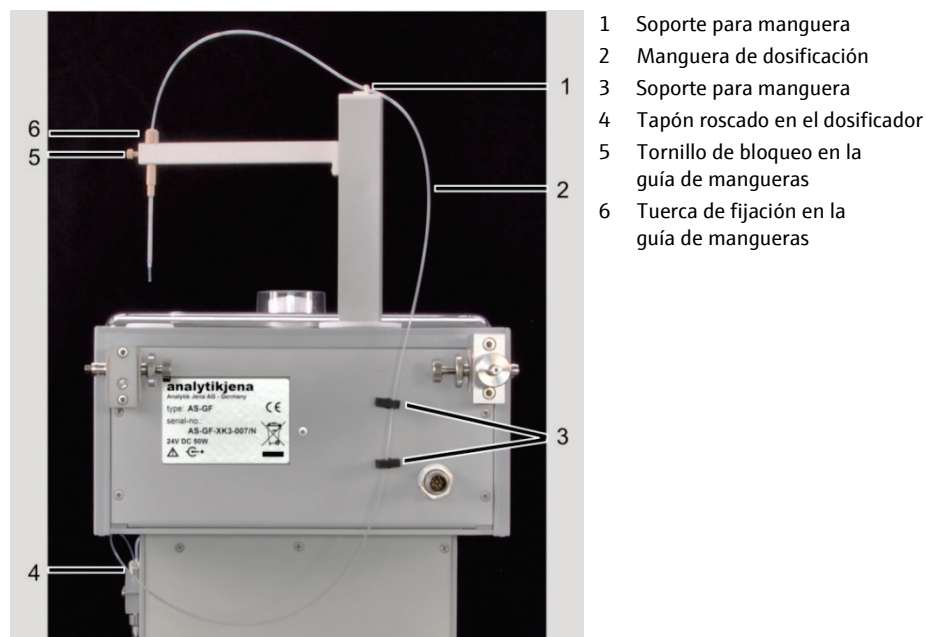

Fig. 69 Manguera de dosificación en el AS-GF
1. Aflojar la tuerca de sujeción de la guía de mangueras (6 en Fig. 69) y sacar la manguera de dosificación tirando hacia arriba.
1. Aflojar la tuerca de la guía de mangueras (6 en Fig. 69) y tirar de la manguera. Sacar la manguera del soporte para manguera situado en el brazo del automuestreador y en la parte trasera del automuestreador (1, 3 en Fig. 69).
2. Aflojar el tapón roscado en la válvula en T del dosificador (4 en Fig. 69).